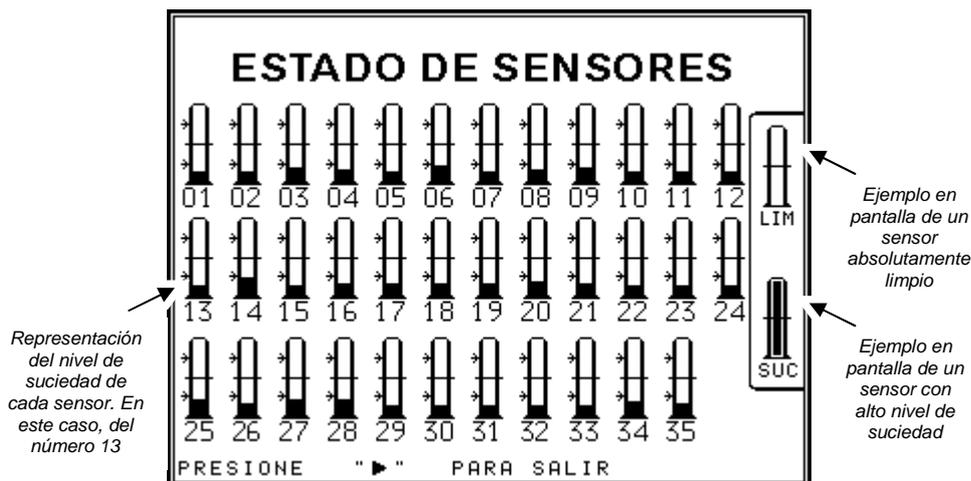

Figura 24. Pantalla de visualización del nivel de suciedad de los sensores de semillas o fertilizantes
3. **Seleccione la opción "ESTADO"** del siguiente modo: pulse las teclas **▶** ó **▲** hasta activar **ESTADO**, y presione **ENTER** para ingresar en esta opción. Luego de esto aparecerá la pantalla que indica el estado de sensores del monitor, tal como se muestra en la Figura 24.